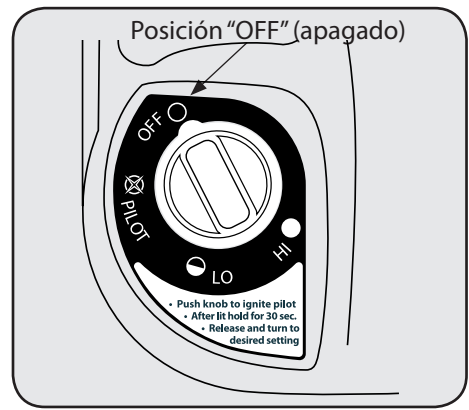

Figura 1
1. Asegúrese de que la perilla de control de cuatro posiciones esté en la posición "OFF" (apagado). Ver la Figura 1.